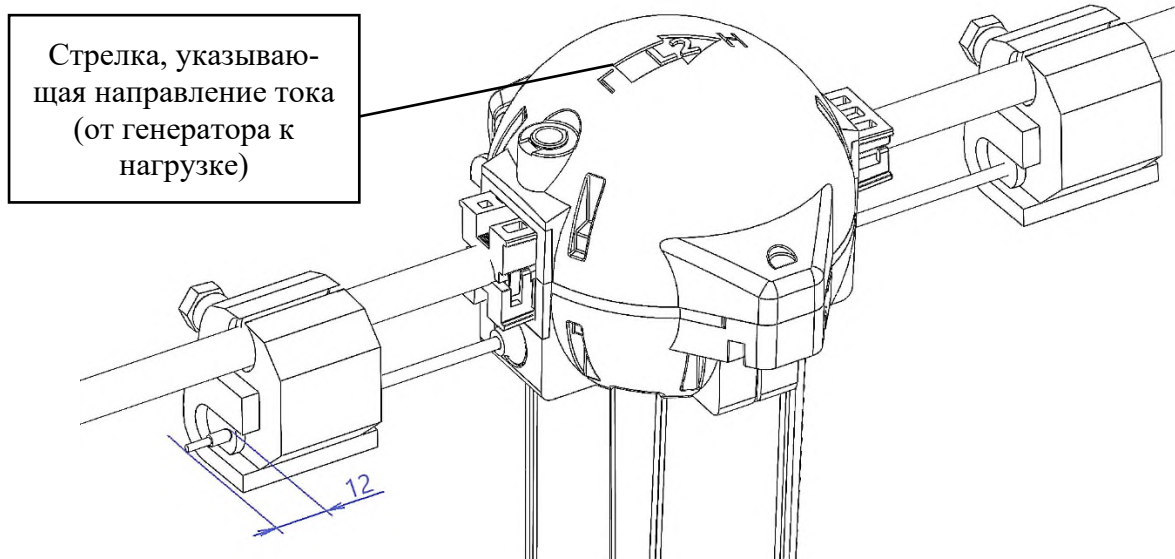

Рис. 13 – Монтаж зажимов.
3.1. Установить блок соединительный на провод фазы «L2», соблюдая направление электрического тока от генератора к нагрузке. На блоках прибора направление тока обозначено стрелками на верхней поворотной полусфере (рис.13) и на вставках А и В. Для установки выкрутить винт пломбировочный М6 отверткой РН2, винты стяжные М4 отверткой НЕХ 3. Раскрыть блок прибора. Сдвинуть оба
3.2. Монтаж зажимов для блока соединительного (рис. 13). В комплект поставки прибора входят зажимы ответвительные для СИП в кол-ве 4 шт. и зажимы герметичные прокалывающие для неизолированного провода в кол-ве 4 шт. Возможна замена на другие аналоги зажимов, не ухудшающие потребительские свойства прибора и условия монтажа.